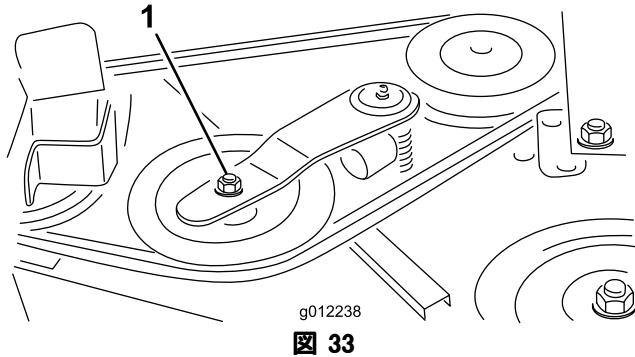
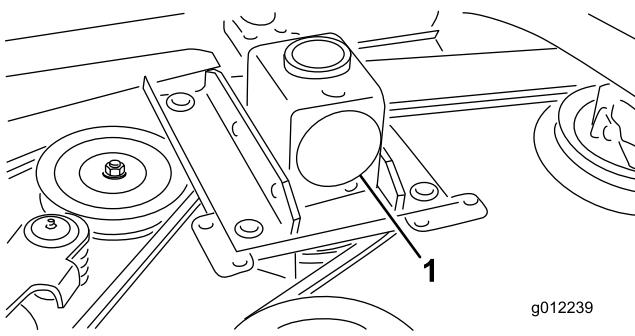

図 33
図 34
2. トルクレンチなどの工具を使ってアイドラ・プーリ (図 33) をベルトから引き離してベルトの張りをなくし、ベルトをギアボックスのプーリ (図 34) から外す。